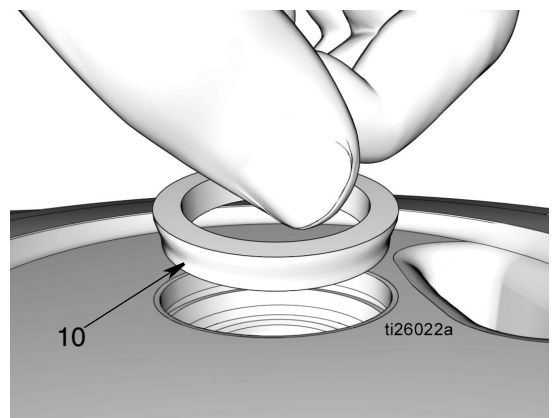

Рис. 40
- i. Установите распорную деталь конического сечения (10), скошенной стороной обращенной вниз, как показано на Рис. 40.